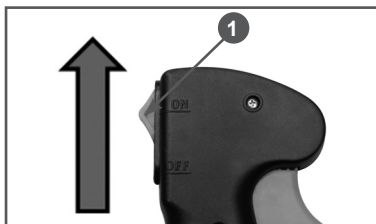

Рис. 15 Выключатель зажигания
4. Выключатель зажигания 1 (Рис. 15) установите в положение «ON» (ВКЛЮЧЕНО).